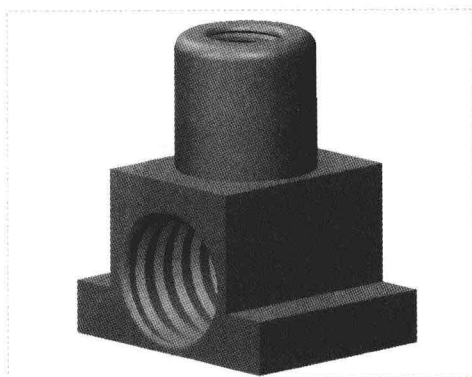

图 16-25 方块螺母效果
Step 15 单击“应用并保存在工具中所做的所有更改，然后关闭工具操控板”按钮 ，完成螺旋扫描特征的创建，此时即可完成方块螺母的制作，效果如图 16-25 所示。